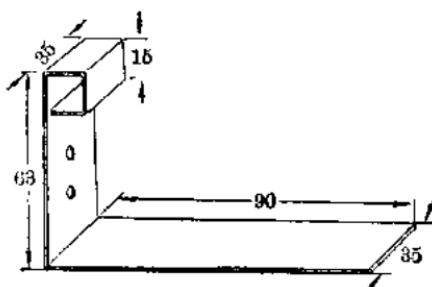

图 3
3. 小台钳左面部分(左虎口): 用宽35毫米, 长198毫米厚铁皮按图示尺寸, 弯成图3形状, 然后在竖直铁皮上, 按右虎口竖直铁板小孔的对应位置打两个小孔。